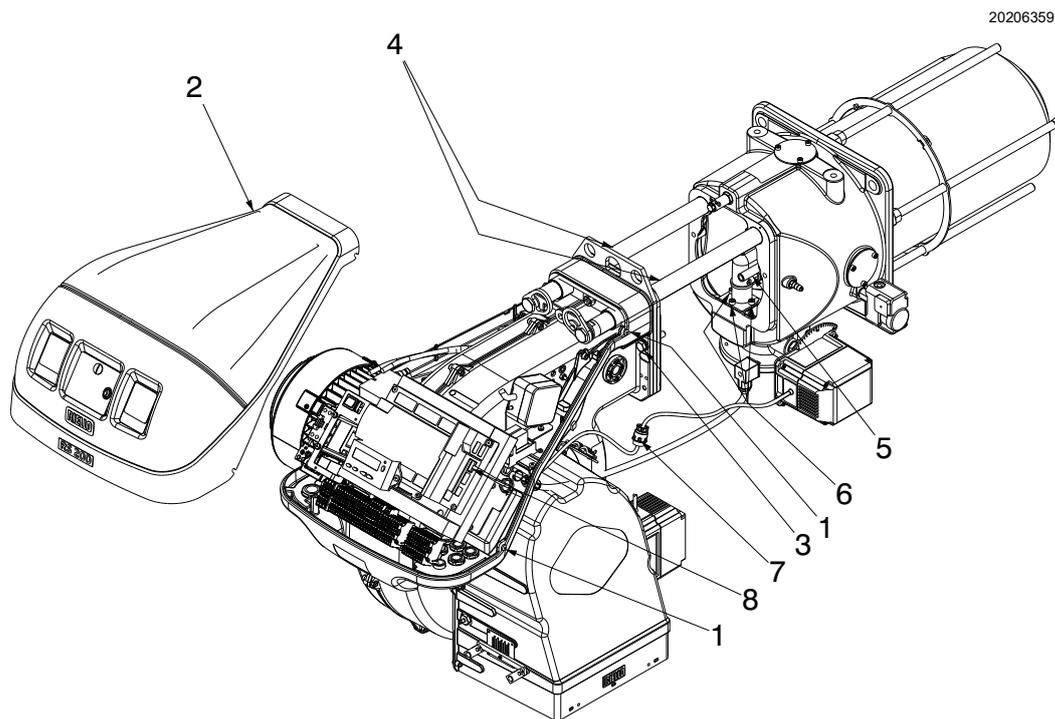

Fig. 41
Assicurarsi che i fori di fuoriuscita del gas per la fase di accensione, presenti nel distributore della testa di combustione, siano liberi da impurità o depositi di ruggine. In caso di dubbio, smontare il gomito (Fig. 41 a pag. 54).
- Allentare le 4 viti 1)(Fig. 41) e togliere il cofano 2);
- rimettere le viti 3)(Fig. 41) e tirare delicatamente verso l'esterno i cavi di sonda ed elettrodo, fino a metterli in leggera tensione;